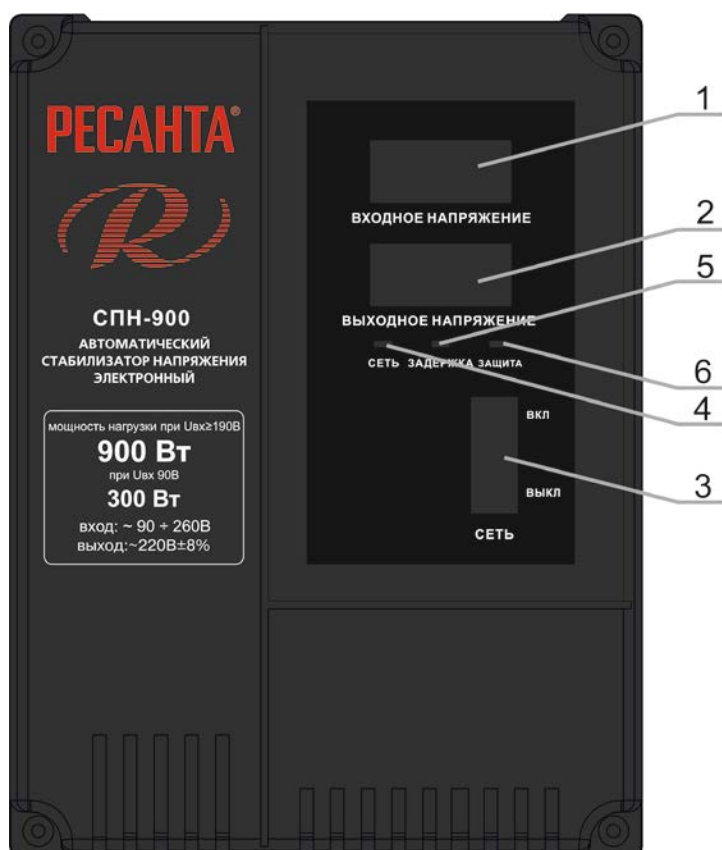

РИС. 2
- Убедиться в том, что выключатель (рис. 2, поз. 3) находится в положении «выкл»;
- Перевести выключатель (рис. 2, поз. 3) в положение «вкл» на 10 секунд;
- Дисплей (рис. 2, поз. 2) должен показывать 220 В при работе стабилизатора в штатном режиме;
- Перевести выключатель (рис. 2, поз. 3) в положение «выкл».
- Установить выключатель (рис. 2, поз. 3) в положение «вкл». Обратите внимание, что напряжение на нагрузку будет подано с задержкой 3-6 сек. (время, необходимое стабилизатору для подстройки выходного напряжения).
1. Не горит индикатор «сеть»	1. Стабилизатор не подключен к сети. 2. Проверить, включен ли выключатель (рис. 2, поз. 3).